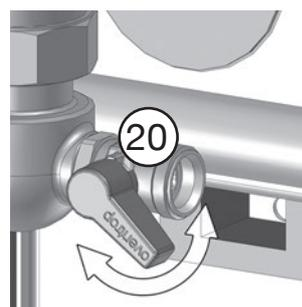
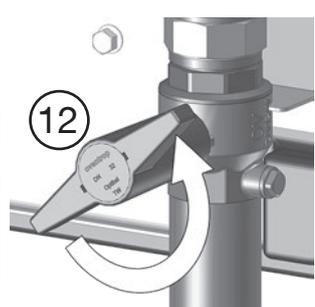

Fig. 5.10: Purger le côté primaire
Fig. 5.11: Ouvrir le robinet d'arrêt à tournant sphérique eau potable froide
14. **Purger le côté circuit primaire en ouvrant le robinet de vidange et de remplissage à tournant sphérique (20) jusqu'à ce que de l'eau s'écoule** (Fig. 5.10).
15. Ouvrir le robinet de vidange et de remplissage à tournant sphérique (20) à nouveau.
16. Ouvrir le robinet d'arrêt à tournant sphérique (12) (eau potable froide) **lentement** (Fig. 5.11).